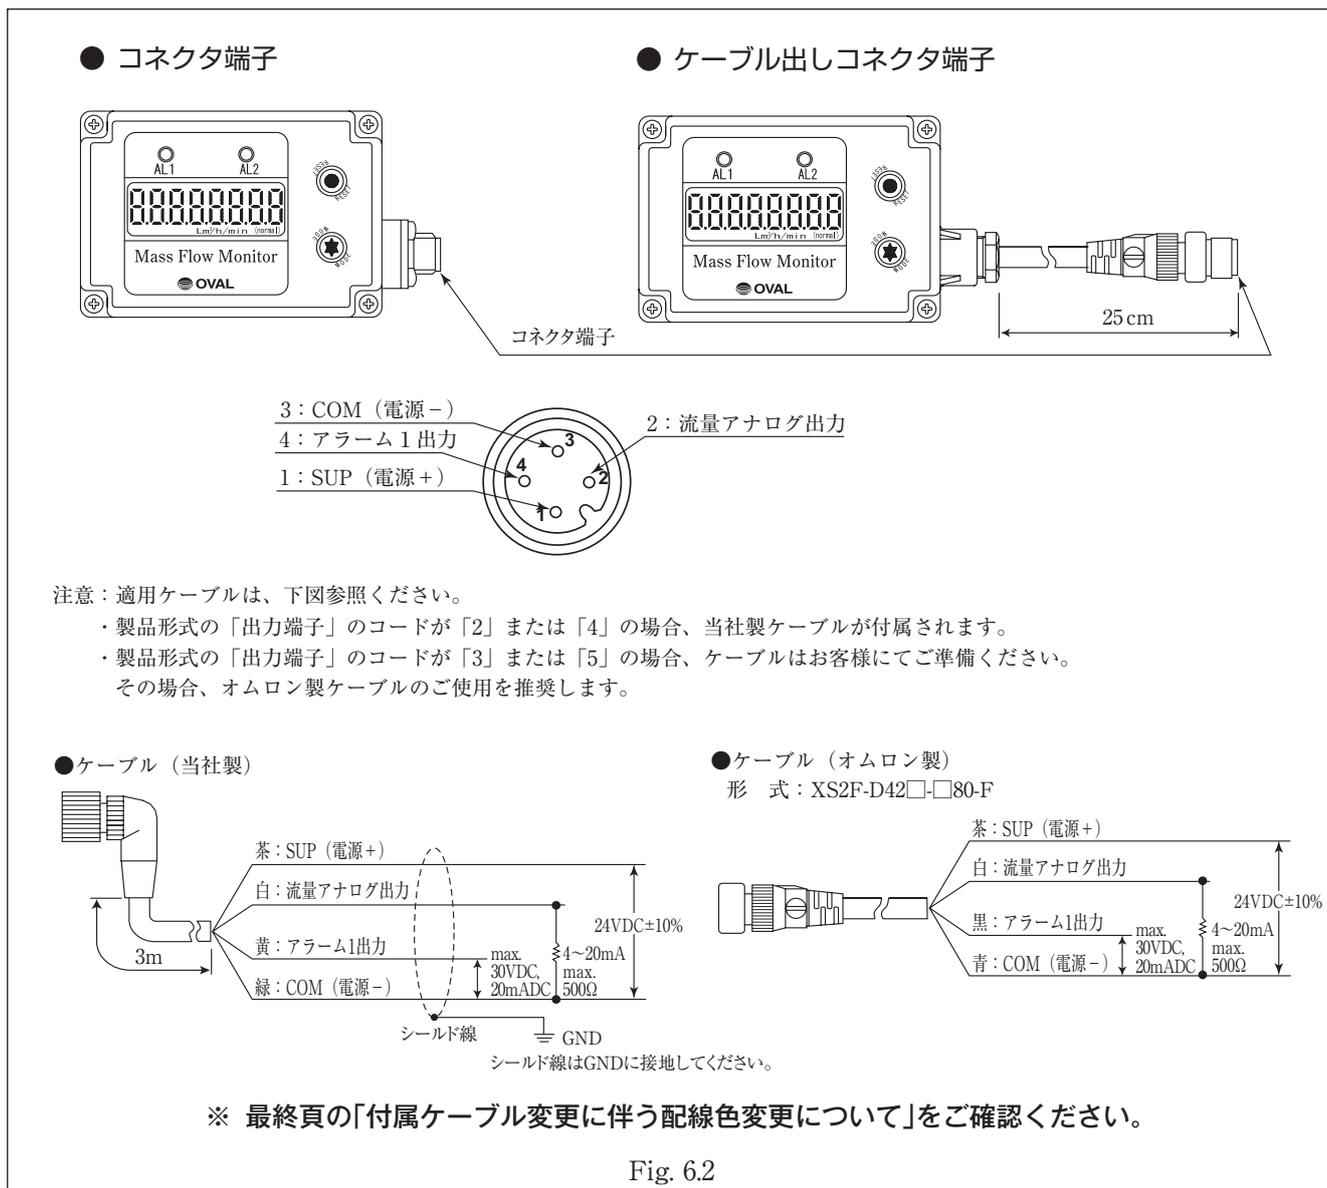

Fig. 6.2
(2) 流量アナログ出力+アラーム1点 仕様(Fig. 6.2)